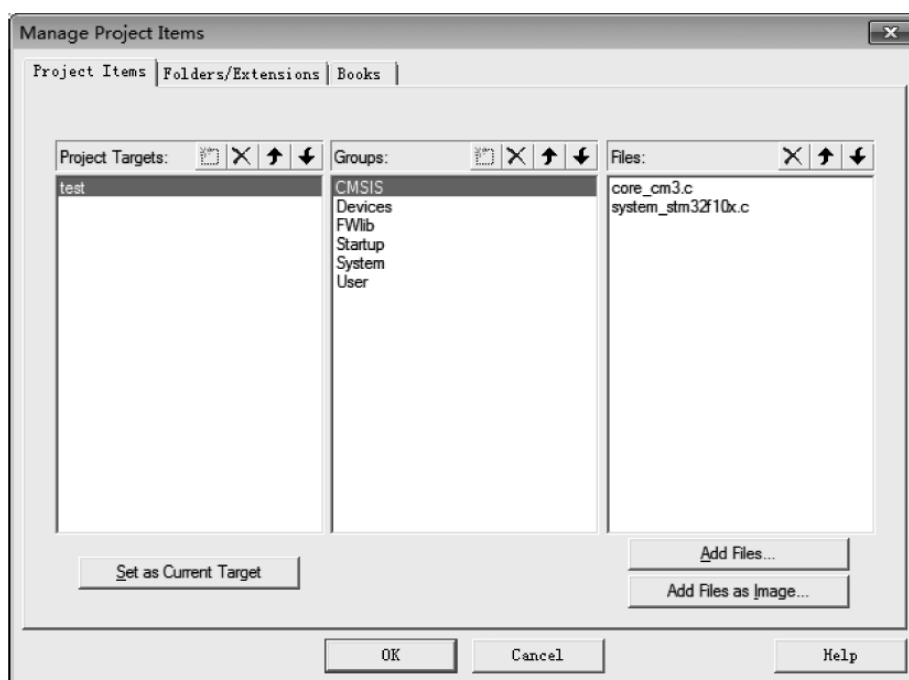

图 5.14 向 CMSIS 中添加内容
(2) CMSIS 组: 单击 Add Files 按钮,添加文件工程目录下 CMSIS → CM3 → CoreSupport 文件夹下的 core_cm3.c 文件和 CMSIS → CM3 → Device Support → ST → STM32F10x 文件夹下的 system_stm32f10x.c 文件,如图 5.14 所示。
(3) FWlib 组: 这里实际上是固件库中 STM32F10x_StdPeriph_Driver 目录下的内容,只需要将 src 目录下的文件添加到组中即可。原则上使用哪些外设就添加这些外设的操作